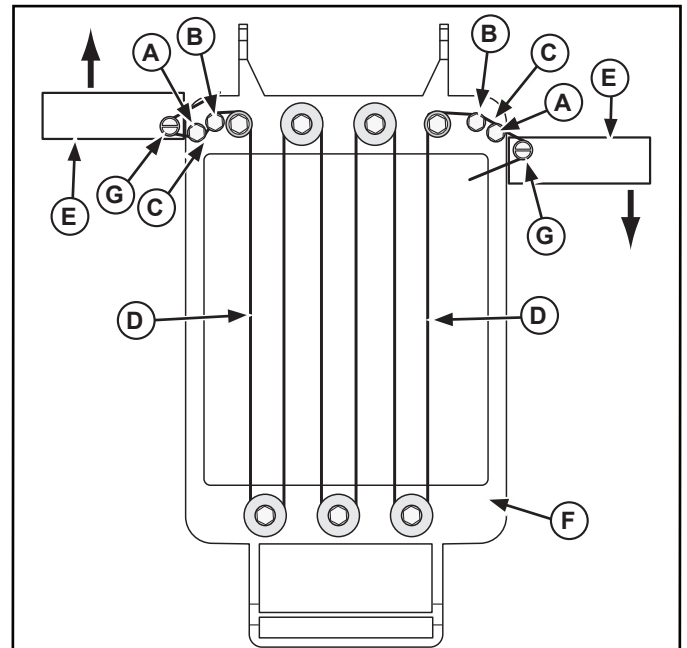

Figure 2. Remplacement fil de coupe (mod. coupe 1.9 cm/3/4 po illustré).
1. Placez l'arc de coupe (F) dans un étau ou serrez sur une surface solide.
2. Desserrez les vis à chapeau (A et B) en donnant un (1) tour complet environ. Voir la figure 2.
3. Enlevez et jetez le fil de coupe usagé (D).
5. Laissez une longueur de 10,2 cm (4 po) de fil de coupe neuf (D), acheminez côté (C) et serrez la vis (B).
6. En portant des gants en cuir ou résistant à l'abrasion, acheminez les fils comme illustré à la figure 2, en tirant bien durant l'acheminement. (Procédez selon le même schéma pour les modèles 95 mm/3/8 po.)
7. Placez le nouveau fil de coupe (D) sur le côté (C) et fixez l'extrémité libre du fil de coupe à l'aide de la vis (B).
8. Placez l'outil de tension (E) sur le bord de l'arc de coupe (F) comme